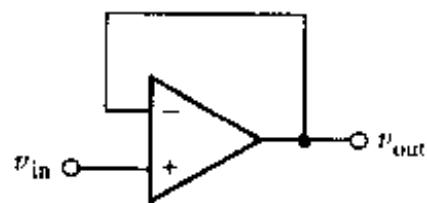

图 6.47
32. 采用 AD549 的参数,如果 $v_{in} = -16\text{mV}$,计算图 6.47 所示电路的 v_{out} 。